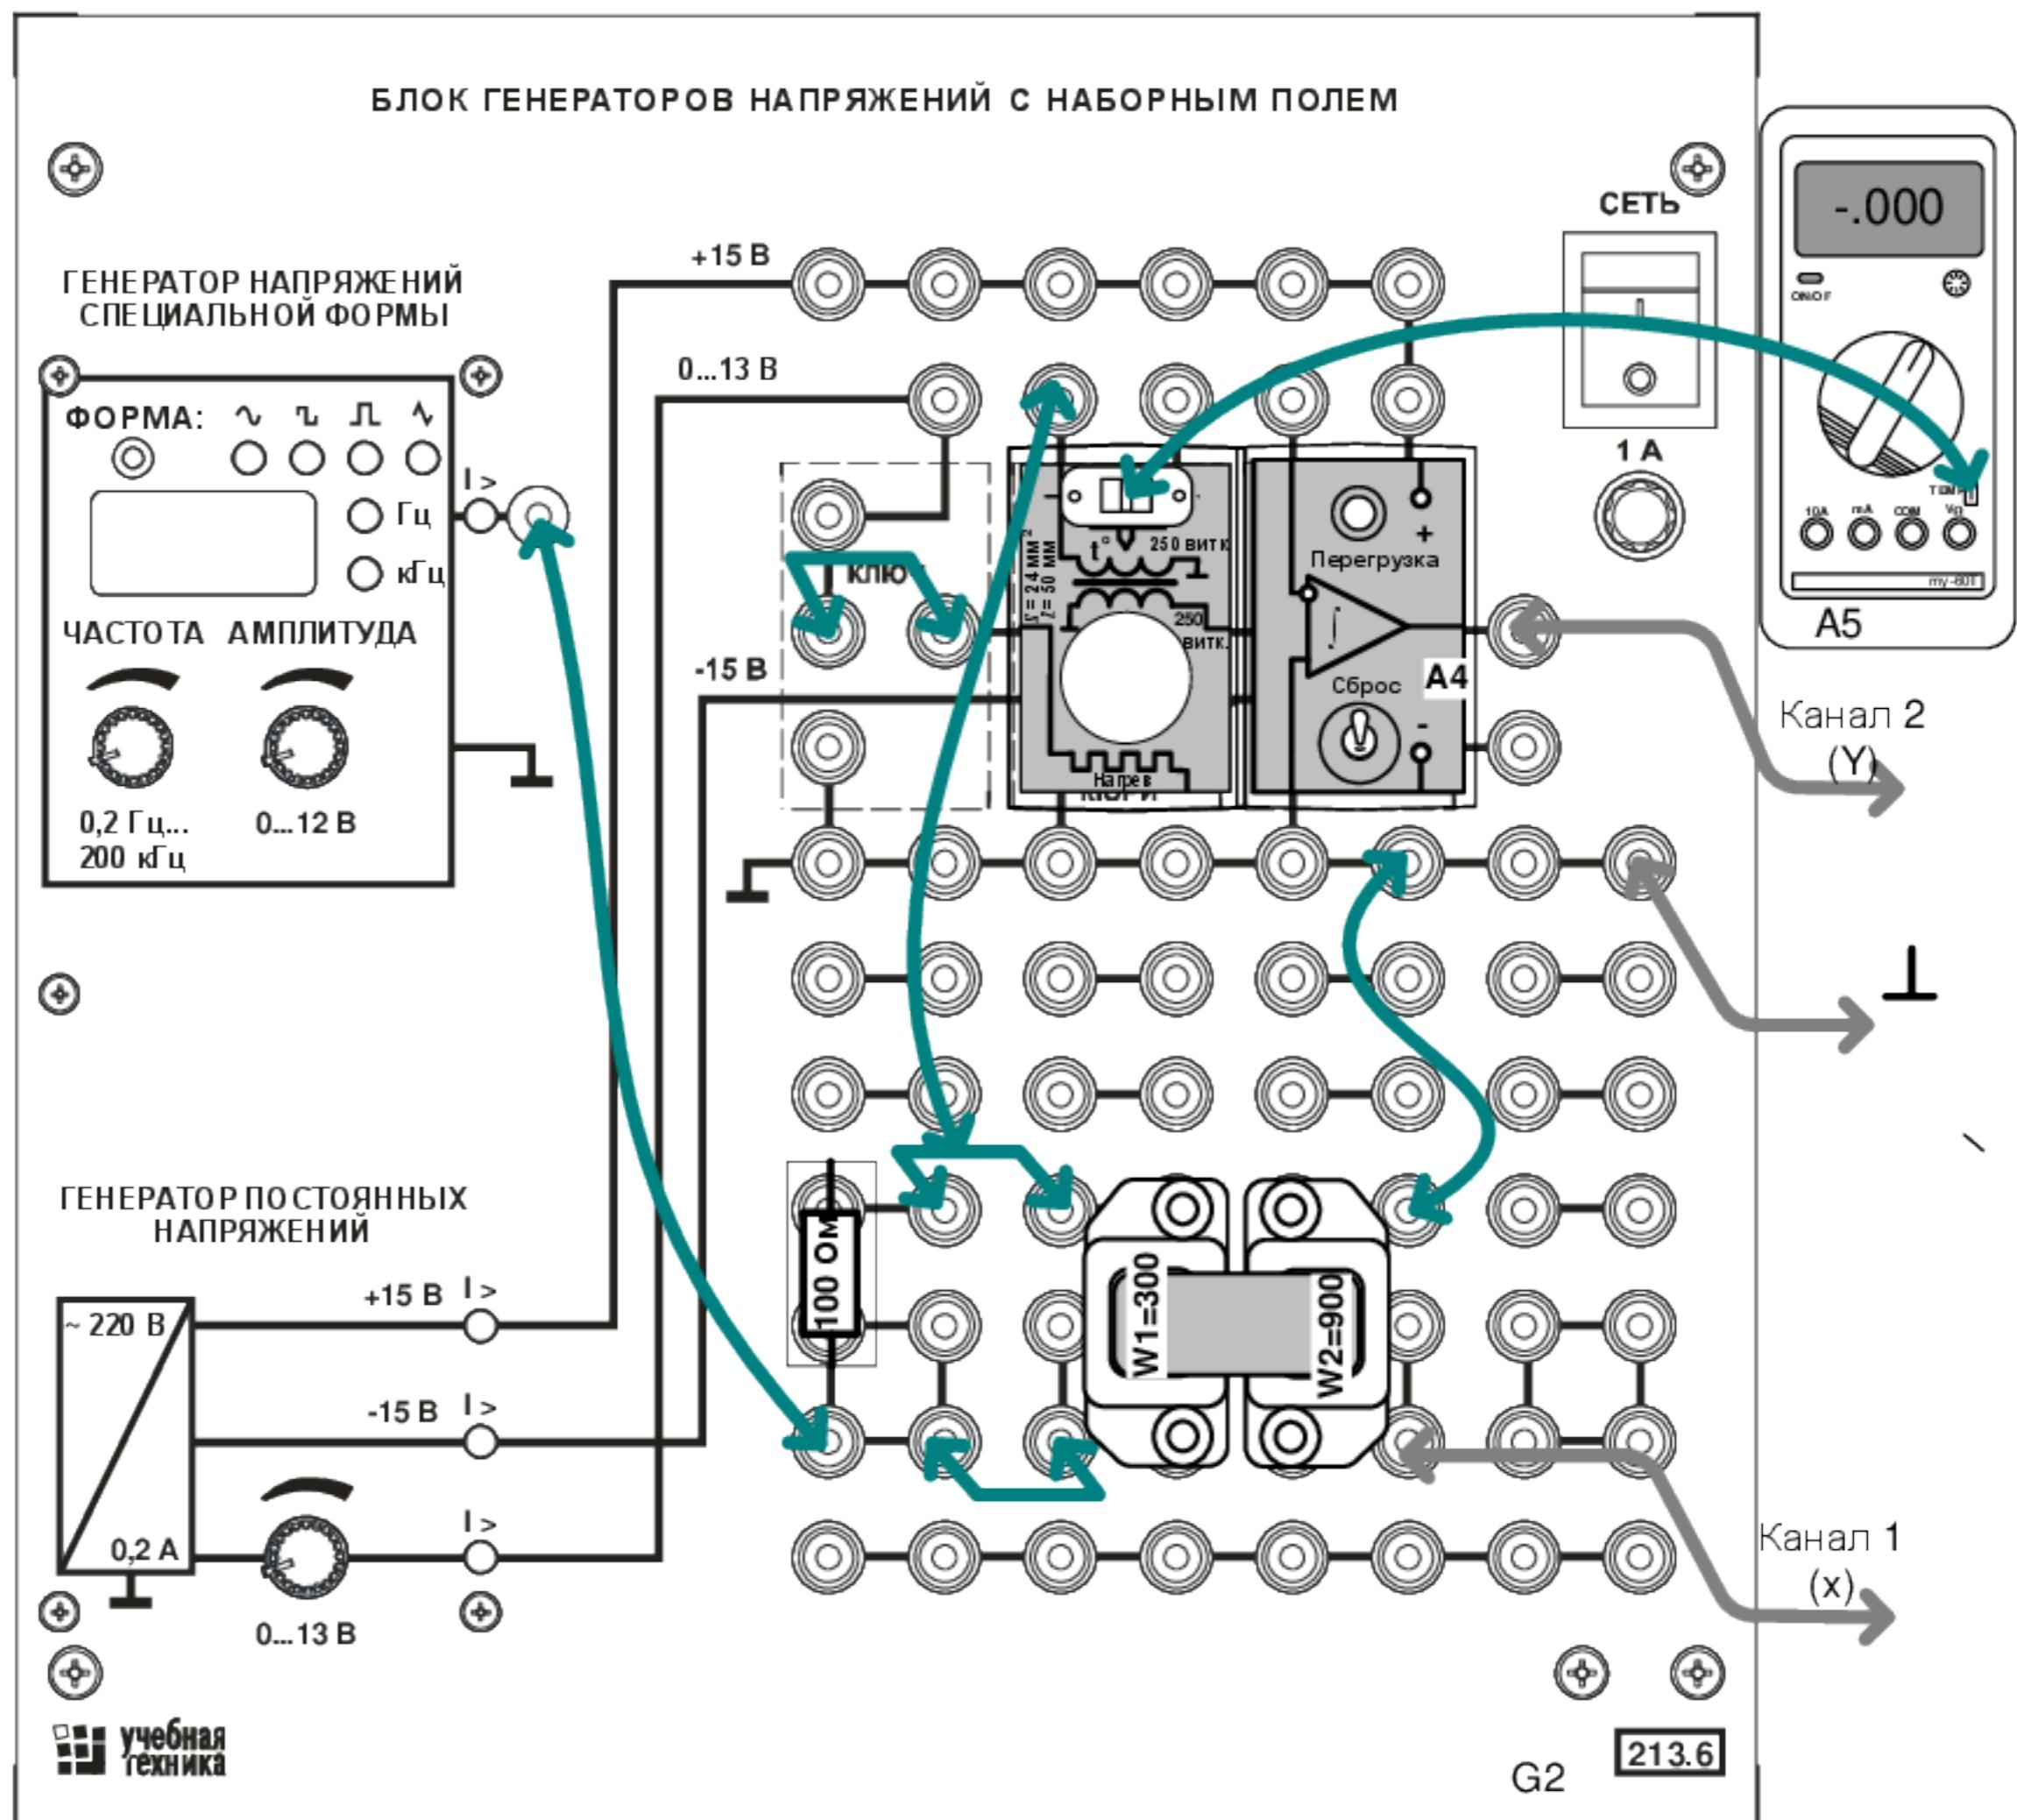

Рисунок 6.2 – Монтажная схема для снятия петли гистерезиса и определения точки Кюри
Цепь собирается на наборном поле блока генераторов напряжений как показано на монтажной схеме (рис. 6.2). Причём, миниблоки «Интегратор» и «Точка Кюри» устанавливается в наборную панель точно на отведённое для них место. Тогда к интегратору автоматически подводятся напряжения питания «+» и «-» 15 В, а к нагревателю миниблока «Точка Кюри» подаётся напряжение - 15 В. Кроме того, вторичная катушка трансформатора, встроенного в миниблок соединяется с входом интегратора. Это существенно уменьшает количество внешних соединений.
- Соедините аппаратуру в соответствии со схемой электрической соединений (рис. 6.2). *При подключении осциллографа отменюаторы пробников-делителей установите в положение '1. Для подключения пробников-делителей к цепи используйте подпружиненные штыри из комплекта аксессуаров.*
- Включите устройство защитного отключения и автоматический выключатель в однофазном источнике питания G1 (218).